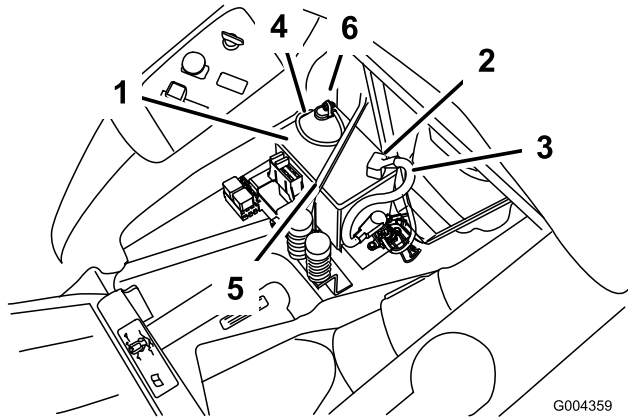

Figura 41
4. Desconecte el cable negativo de tierra (negro) del borne de la batería (Figura 41).
cable positivo (rojo) del borne de la batería (Figura 41).
6. Retire la correa de sujeción de la batería (Figura 41) y levante la batería para retirarla de su bandeja.
1. Coloque la batería en la bandeja, con los bornes hacia el motor (Figura 41).
4. Fije los cables con 2 pernos (1/4 x 3/4 pulg.), arandelas (1/4 pulg.), y tuercas (1/4 pulg.) (Figura 41).
6. Fije la batería con la correa de sujeción (Figura 41).